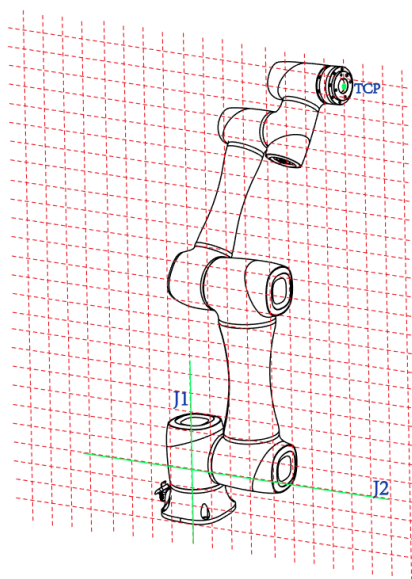

图 2.22 肩关节奇异
- 肩关节奇异位置：机械臂末端中心点（TCP）位于J1轴与J2轴所构成的平面，会导致奇异。如图 2.22所示。